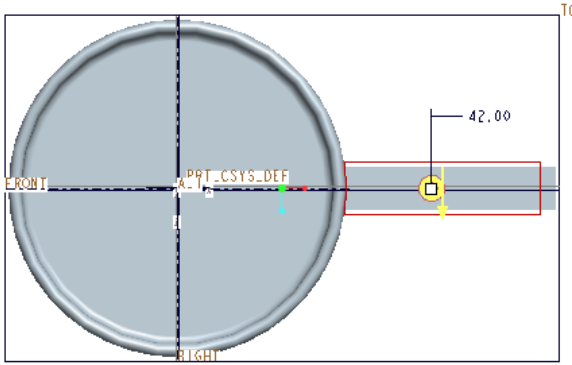

図 3-70 ハンドルの除去部のスケッチ
- 次にハンドルの中をくり抜くために、「円」 ツールを使用してカップの外径と、「長方形」 ツールを使用して前に描いた長方形のソリッドハンドルの上に長方形を描く。最後に「セグメントを削除」 ツールを使用して、カップに沿って図 3-70 のようにスケッチする。